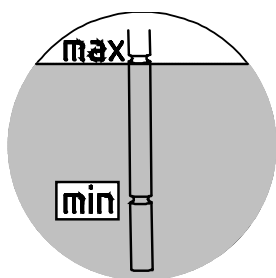

Figura 26: Comprobar el nivel de aceite con la varilla de nivel.
2. El nivel del aceite debe aparecer entre la marca inferior y la superior con la varilla de nivel totalmente enroscada (véase Figura 26). Si el nivel de aceite es demasiado bajo, corríjalo con el tipo de aceite adecuado.